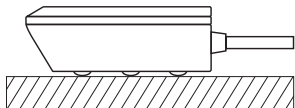

Рис. 4. Установка датчика на полу.
- Установка датчика на полу контактными пластинами вниз (см. рис. 4). Провод свободно лежит на полу. Точечные выступы на корпусе датчика не позволяют контактными пластинами касаться пола, что предотвращает ложное срабатывание датчика.